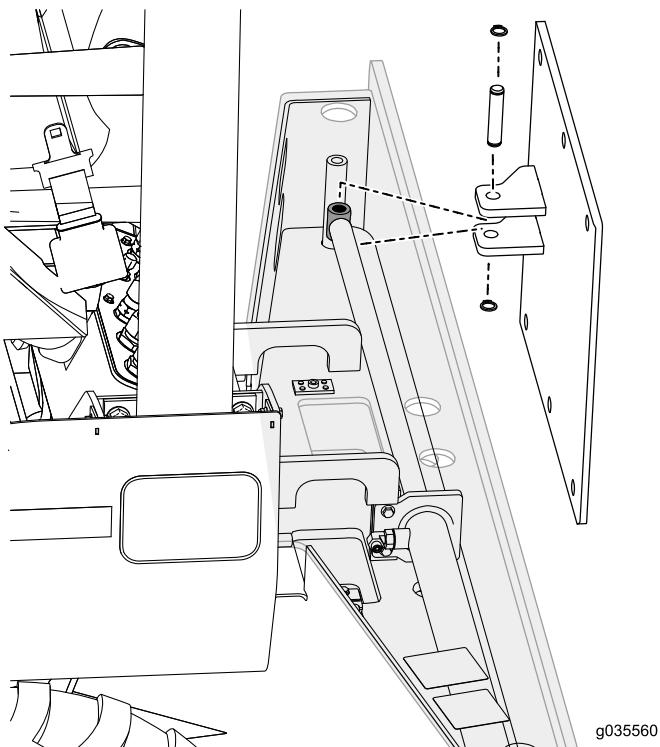

Figura 3
- Fixe a placa de suporte do acessório de deslocamento no cilindro com o pino e 2 anéis retentores, conforme mostrado na Figura 3.